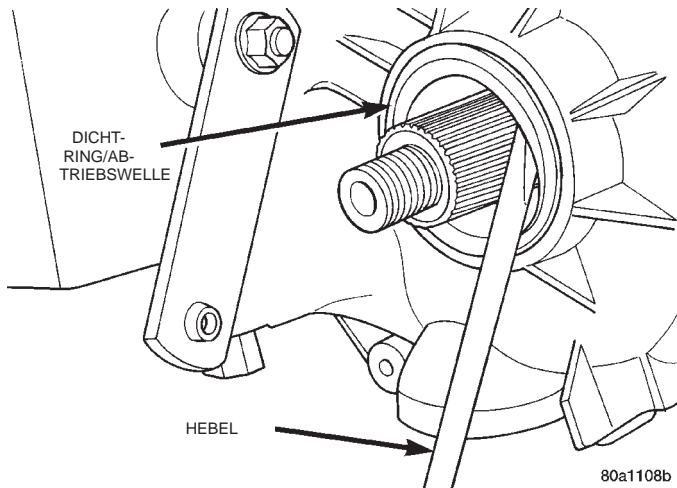

Abb. 6 Dichtring der Abtriebswelle ausbauen
- (1) Das Fahrzeug anheben und sicher abstützen.
- (2) Die Gelenkwelle zur Vorderachse ausbauen. Näheres hierzu siehe Kapitel 3, "Differential und Antriebsstrang".
- (3) Die Gelenkgabel von der Abtriebswelle zur Vorderachse lösen.
(4) Den Dichtring der Abtriebswelle mit einem geeigneten Werkzeug aus dem Gehäuse hebeln (Abb. 6).